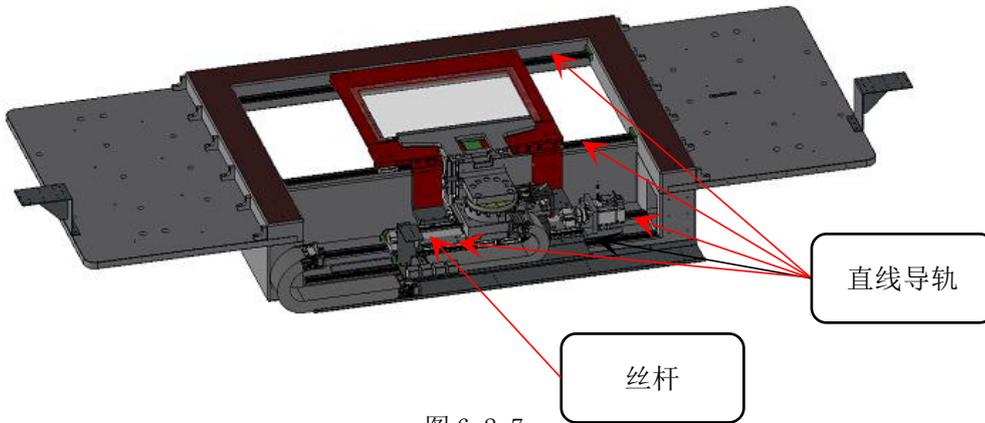

图 6.2.7
b. 对 FPC 压接点灯 X 轴的直线导轨及丝杆加注润滑油脂。如图 6.2.7